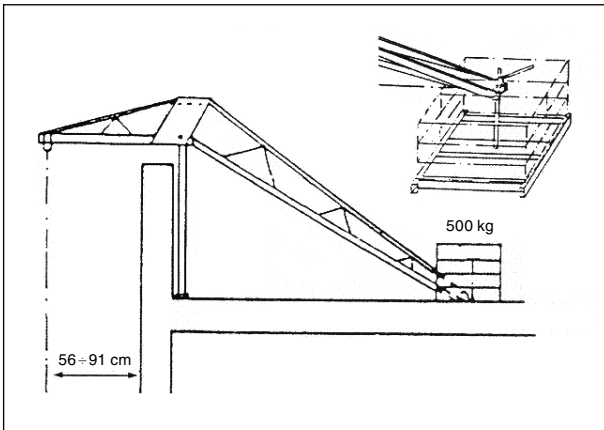

Figura 2. Pescante anclado mediante contrapesos
Si en el forjado no se pueden practicar taladros se deben colocar los contrapesos reglamentarios mediante la disposición de una base metálica a la que se ancla el tornillo de la cola del pescante. Sobre esta base se colocan los contrapesos hasta un total de 500 Kg. por pescante. Ver Figura 2.
- Asegurarse que las zonas o superficies de apoyo son estables y resistentes. El montaje debe permitir que la pluma del pescante vuele de forma que su extremo quede situado a una distancia entre 56 y 91 cm de la fachada para que la parte más próxima de la plataforma quede a una distancia entre 10 y 30 cm de la misma. Ver Figura 2.
- Si se estabiliza mediante contrapesos fijar la base de contrapesos con el tornillo de anclaje a la cola del pescante, roscando la tuerca totalmente; a continuación colocar los contrapesos con un mínimo de 500 Kg. por pescante. Ver Figura 2.